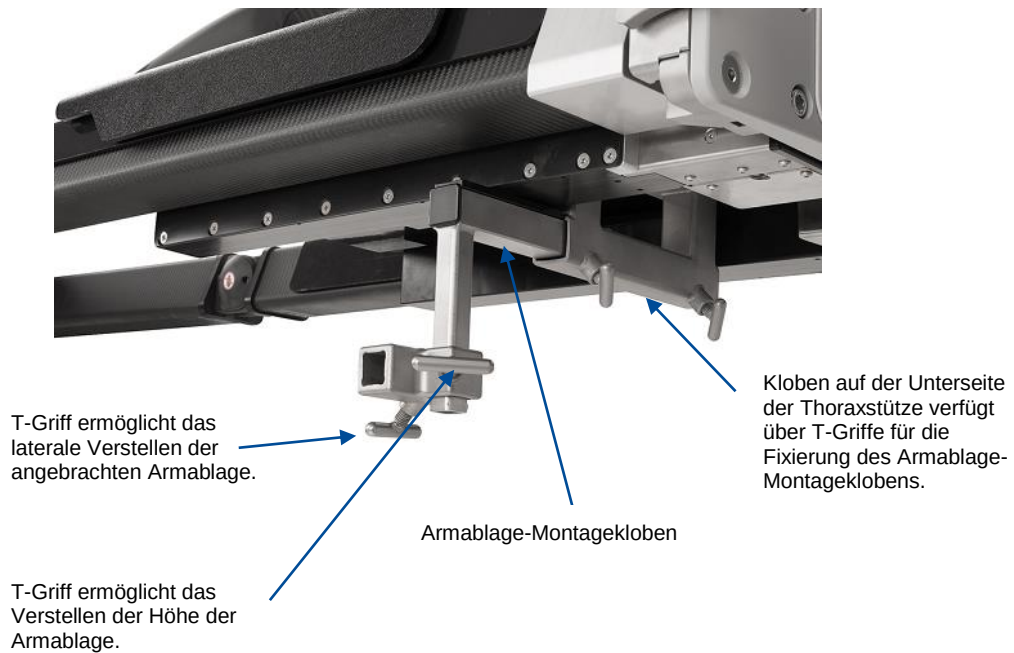

Abbildung 66: Installierter Armablage-Montagekloben
- a. Die Armablage-Montagekloben in jede der Öffnungen an der Unterseite der Thoraxstütze schieben (Abbildung 66). Die Kloben vollständig einschieben und die T-Griffe festziehen.